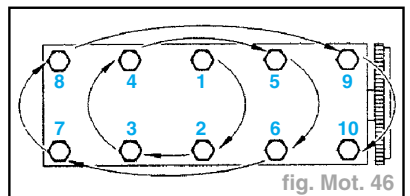

fig. Mot. 46
- Serrer la culasse selon l'ordre indiqué (fig. Mot. 46).